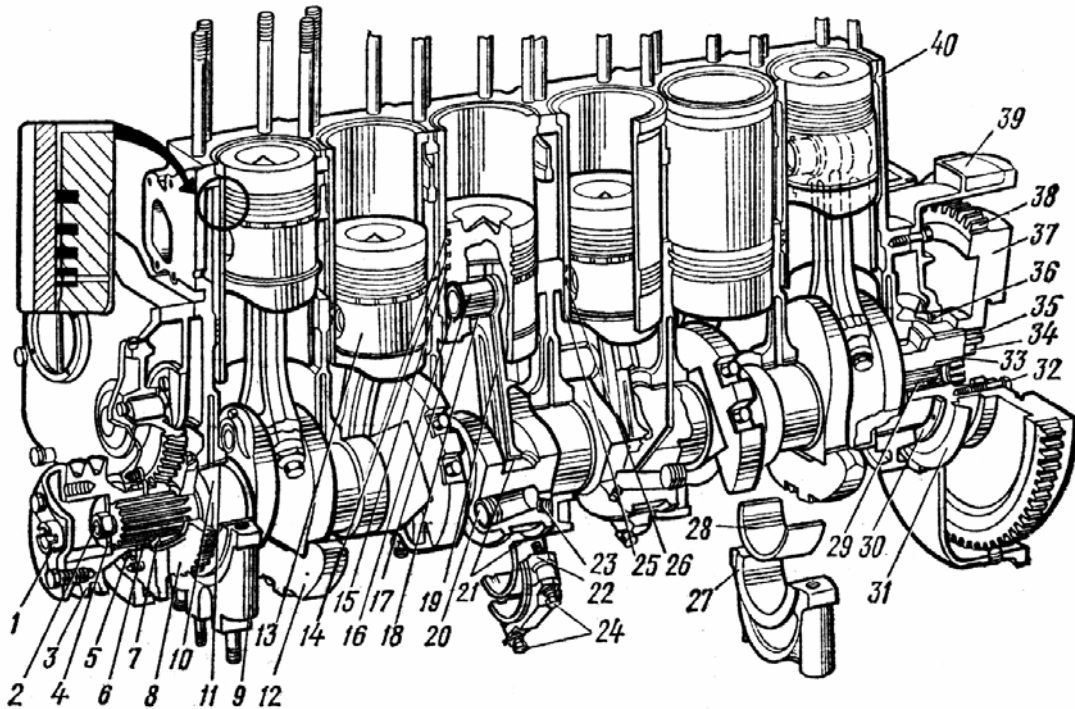

Рис. 1.9. Кривошипно-шатунный механизм двигателя А-01М:
3. Познакомьтесь с устройством поршня 13 (рис. 1.9). Решите, для чего необходимы канавки в направляющей части поршня.